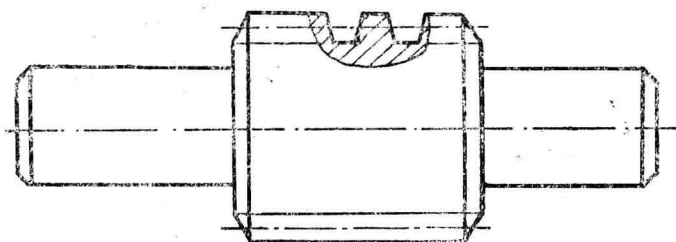

图 10 蜗 杆
4) 低速粗、精车如图 10 所示的, 模数 $m = 6\text{mm}$, 材料为 45 号钢, $\text{HB} 197 \sim 241$ 的蜗杆螺纹表面。